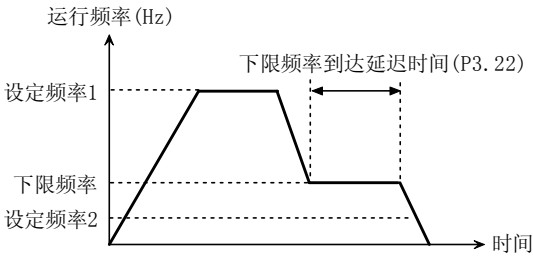

图 5-2-4 0频运行
- ◆ 选择1：0频运行时，如果设定频率小于下限频率，则先在下限频率运行下限频率到达延迟时间P3.22，然后下降到0频运行，如图5-2-4所示。